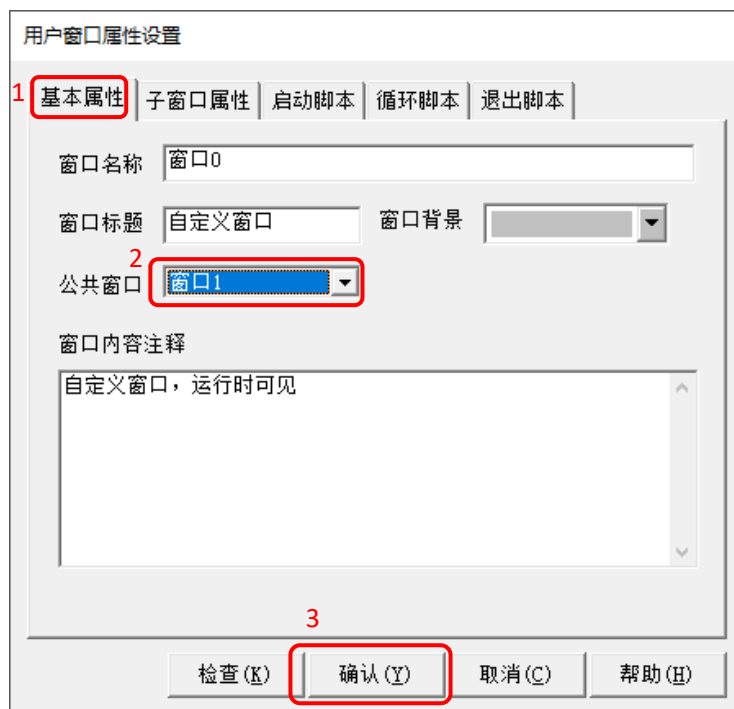
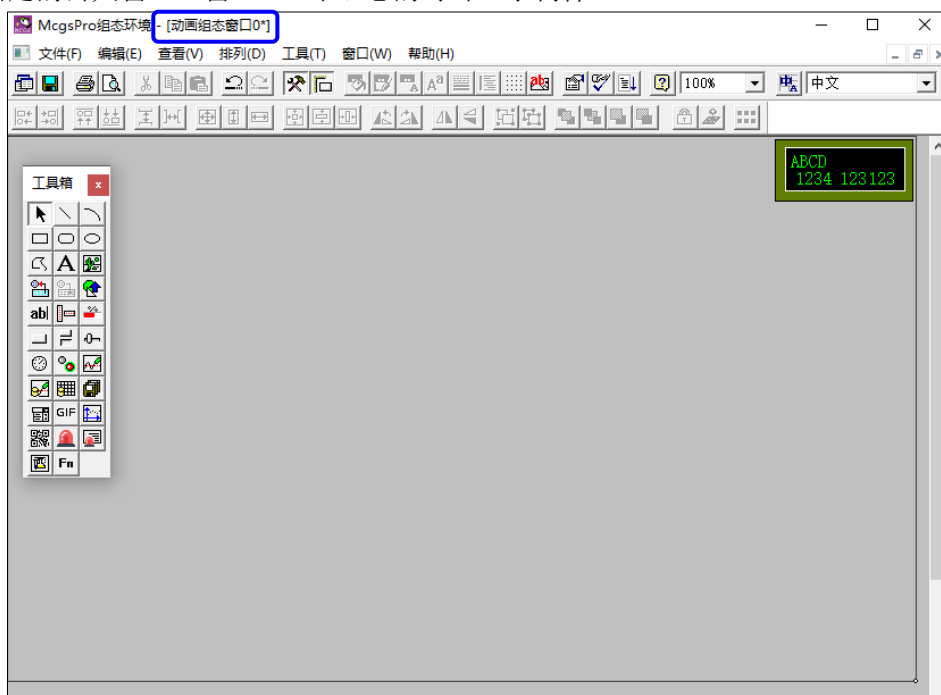

图 2.4-3
图 2.4-4 窗口 0 画面展示
- ④ 如图 2.4-3 所示，在窗口属性设置界面依次执行操作：【基本属性】→【公共窗口】→ 选择“窗口 1”→【确定】。将“窗口 1”设置成“窗口 0”的公共窗口模板。
- ⑤ 完成图 2.4-3 所示操作后，“窗口 0”显示如图 2.4-4 所示。可以看到在宿主窗口“窗口 0”的右上角，显示了指定的公共窗口“窗口 1”中组态的时钟显示构件。